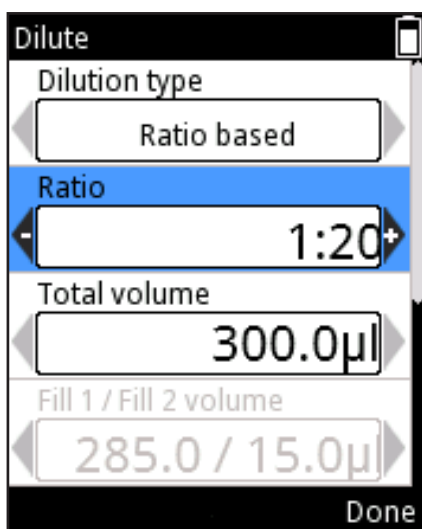

Abb. D28.
1. Verhältnis unter **Ratio** mit  ,  ändern. (Abb. D28).